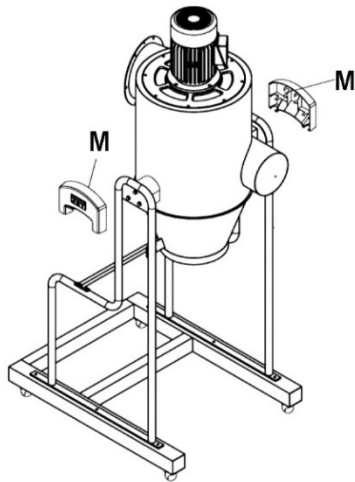

Abbildung 7
8. Die seitliche Abdeckung (M) am linken und am rechten Ständer anbringen. Siehe Abbildung 7.